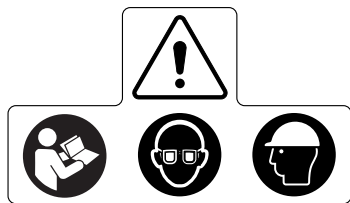

Figure 2 – Avertissement du guide
- La présence et lisibilité de l'avertissement apposé sur le guide (Figure 2).